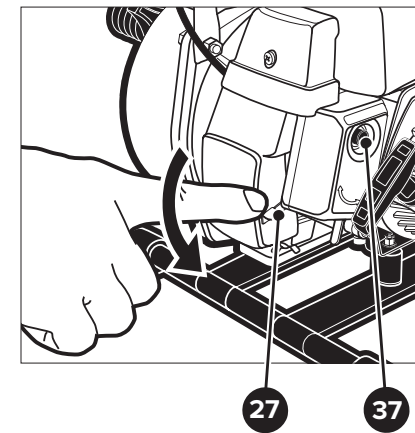

Рисунок 10 — Установка воздушной заслонки в положение «Пуск и работа прогретого двигателя»
- Если двигатель прогрет или запускается при высокой температуре окружающего воздуха, откройте воздушную заслонку карбюратора наполовину или оставьте ее полностью открытой, установив рычаг 27 (см. рис. 10) в положение «Пуск / работа прогретого двигателя» (OPEN).